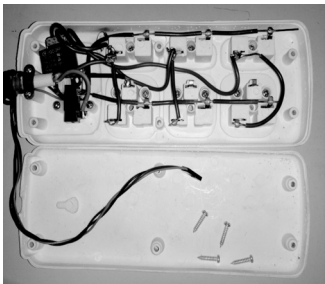

图4
安全继电器插座的制作过程如下：①旋出螺丝，打开插板，选择一个插孔，将其中一条线（最好能找到火线）剪断。②连接插座的火线端和继电器模块，然后在插板的边缘处开一个小孔，把连接线导出来，可参考图4。④把插板的盖子重新装好，旋紧螺丝。⑤在改造